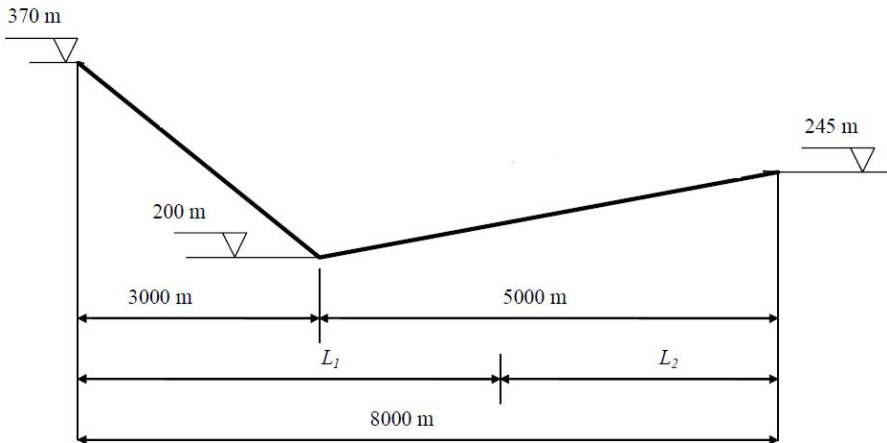

Figura 1
Tema 3. La condotta adduttrice di un acquedotto, il cui profilo altimetrico è rappresentato schematicamente in figura 1, è alimentata da una sorgente e alimenta a sua volta un serbatoio. Trovare i diametri commerciali dei tubi di acciaio, ubicare la valvola regolatrice di carico da usare a tubi nuovi e calcolare la perdita di carico che deve produrre.
Tema 4. Si consideri il circuito riportato in Figura 1.
5. E' possibile modificare lo schema di Figura 1 per realizzare un oscillatore ad onda quadra? Motivare la risposta in maniera dettagliata, riportando un esempio di dimensionamento.